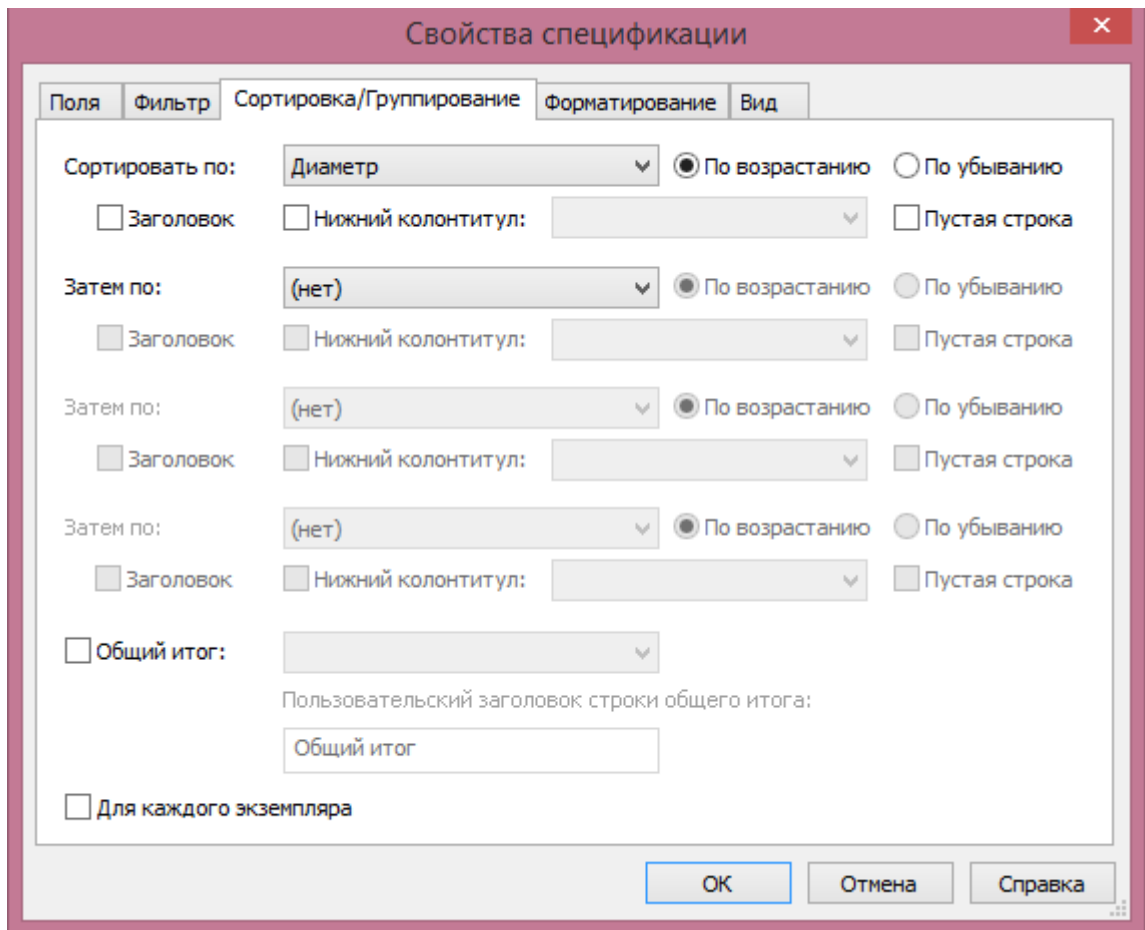

Рисунок 5.27. Диалог настройки свойств спецификации
5. Выбрать раздел «Сортировка/Группирование»-> «Изменить». В появившемся окне выбрать сортировку по «Диаметру», «По возрастанию» и убрать галочку «Для каждого экземпляра» (рис. 5.27).